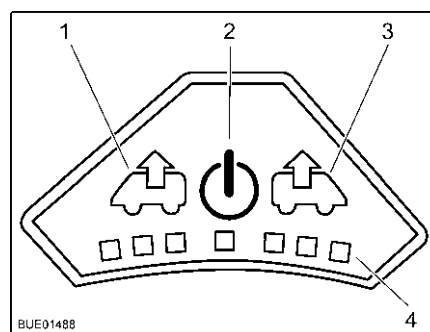

Fig. 63 Quadro comandi del ventilatore
- Premere il tasto On/Off (Fig. 63,2). Il ventilatore funziona in modalità comfort (sfiato al numero di giri minimi del ventilatore).
- Per aumentare il numero di giri del ventilatore: Premere il tasto Sfiato (Fig. 63,1). Il numero di giri del ventilatore aumenta di uno stadio in direzione sfiato. I LED (Fig. 63,4) indicano gli stadi di commutazione.
- Per ridurre il numero di giri del ventilatore: Premere il tasto Aerazione (Fig. 63,3). Il numero di giri del ventilatore si riduce di uno stadio.
- Per aumentare il numero di giri del ventilatore: Premere il tasto Aerazione (Fig. 63,3). Il numero di giri del ventilatore aumenta di uno stadio in direzione aerazione. I LED (Fig. 63,4) indicano gli stadi di commutazione.
- Per ridurre il numero di giri del ventilatore: Premere il tasto Sfiato (Fig. 63,1). Il numero di giri del ventilatore si riduce di uno stadio.
- Premere il tasto On/Off (Fig. 63,2). Il ventilatore si ferma, i LED si spengono.